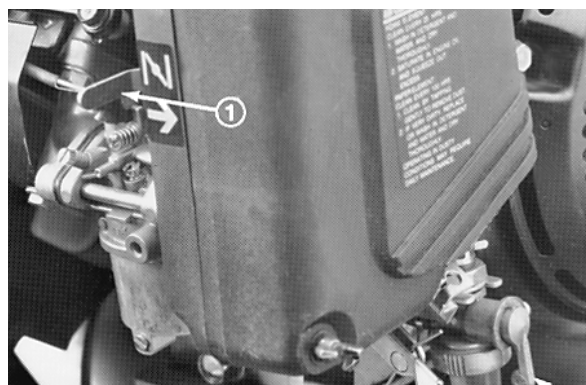

Fig. 14
Alavanca do estrangulador (Fig. 14)—Situada na frente do lado esquerdo do motor. A alavanca tem
Válvula de corte de combustível (Fig. 14)—Situada na frente do lado esquerdo do motor. A válvula tem duas posições: FECHADA e ABERTA. Mover a alavanca para a posição FECHADA ao guardar ou transportar a máquina. Mover a válvula para a posição de ABERTA antes de arrancar o motor.
2. Abrir a válvula de corte de combustível no motor (Fig. 14).
5. Mover a alavanca do estrangulador (Fig. 14) para a posição de meia abertura durante o arranque com o motor frio. O estrangulador pode não ser necessário no arranque de um motor quente.